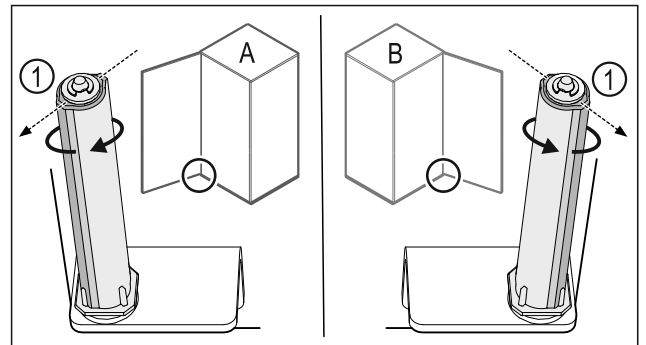

Fig. 37 Links scharnierend (A) / rechts scharnierend (B)
- Sluitsysteem tegen de weerstand in draaien tot het schot van het sluitsysteem Fig. 37 (1) naar buiten wijst.